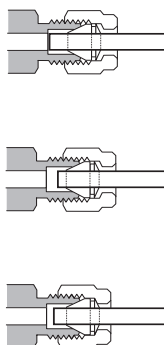

Figura 12 Conexión finalizada
- 10** En la Figura 12 se muestran conexiones correcta e incorrectamente ensambladas. Observe que el extremo de la tubería en una conexión correctamente ensamblada no está aplastado y no interfiere en la acción de las férrulas.